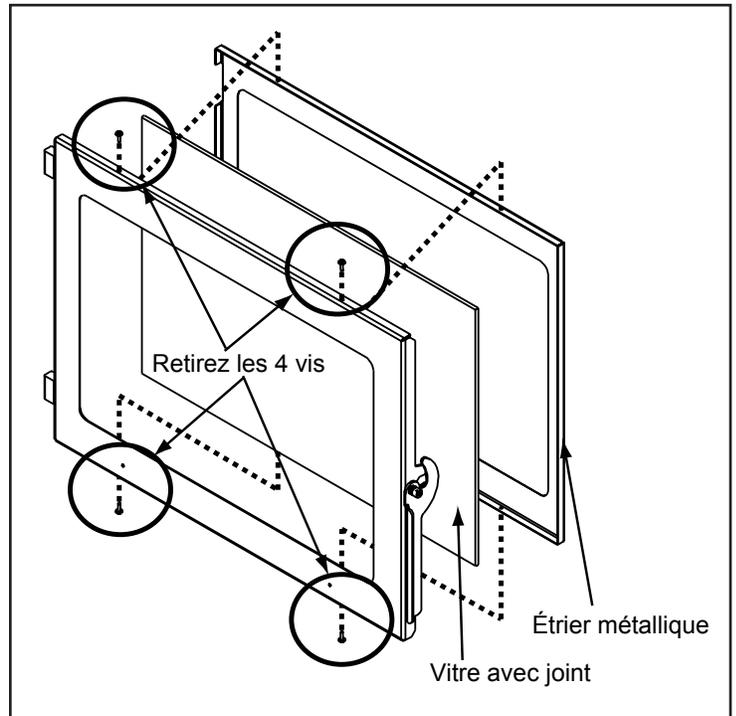

Figure 40.2
- b. Au moyen du tournevis à tête Phillips, retirez les 4 vis, 2 en haut et 2 en bas. Retirez le cadre en métal, puis la vitre. **Figure 40.2.**